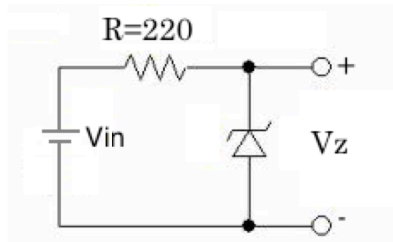

Figura 11. Circuito regulador con diodo zener
1. Construya el circuito regulador en la figura 11 utilizando el diodo zener 1N4742.